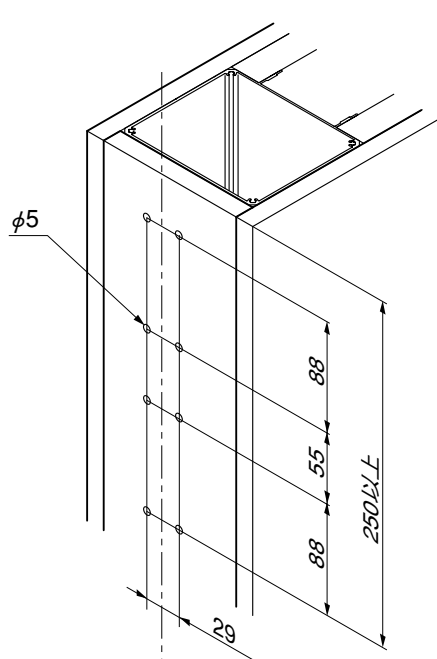
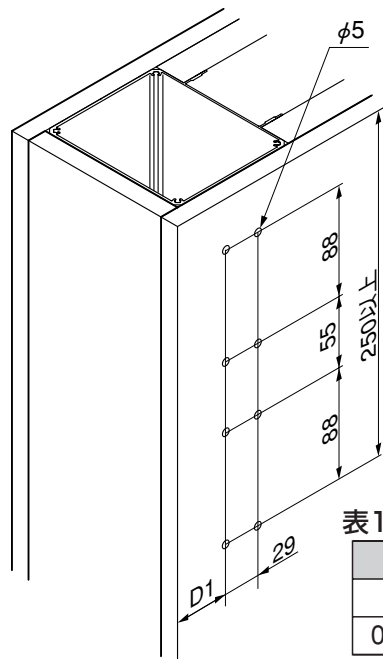

図10-1 桁直線取付けの場合
図10-2 桁コーナー取付けの場合
- ① SAボードにスリーブ材取付け位置を出して、φ5の孔をあけてください。(図10-1、図10-2参照)